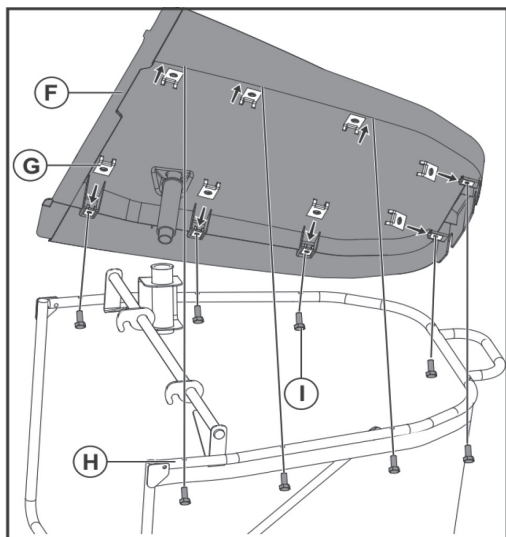

Рис. 17
Фиксаторы с резьбой (G) установите в пазы снизу верхней части травосборника (F). Болтами (I, 8 штук) прикрепите верхнюю часть травосборника (F) к каркасу (H). Рис. 17.